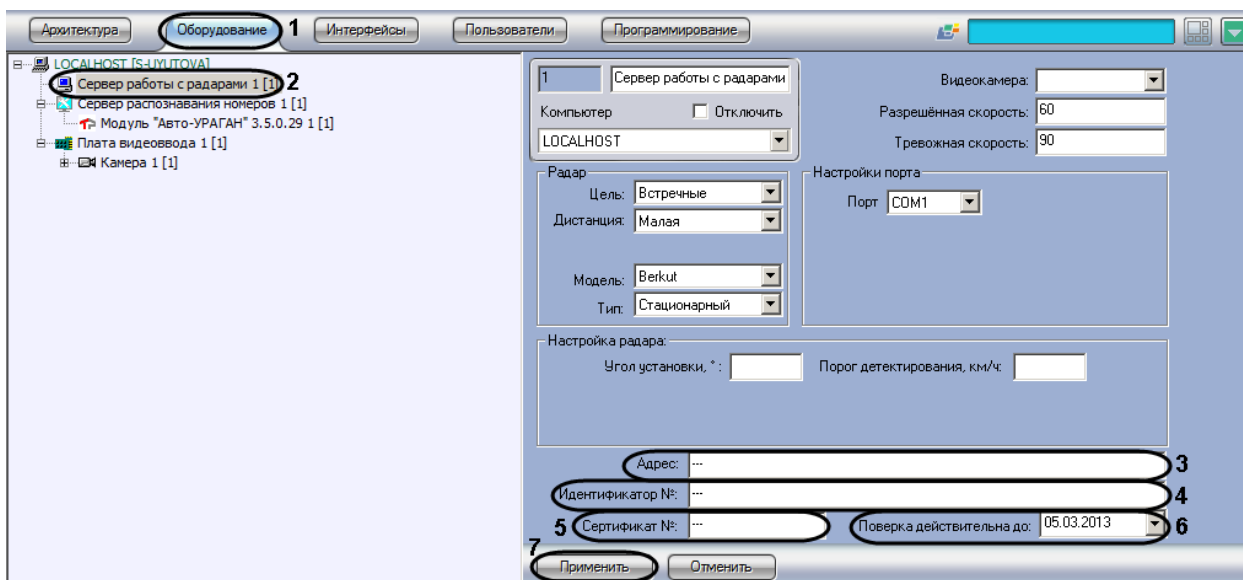

Рис. 7.3—11. Задание сведений об устройстве «Радар» для отображения в отчете о распознанном номере
2. В дереве объектов на вкладке «Оборудование» выбрать объект «Сервер работы с радарными», соответствующий настраиваемому программному модулю «Радар» (см. Рис. 7.3—11, 2). В правой части вкладки «Оборудование» отобразится панель настройки выбранного объекта
3. В поле «Адрес» ввести адрес местонахождения устройства «Радар» (см. Рис. 7.3—11, 3)
4. В поле «Идентификатор №» ввести заводской идентификационный номер устройства «Радар» (см. Рис. 7.3—11, 4)
5. В поле «Сертификат №» ввести номер соответствующего устройству «Радар» сертификата (см. Рис. 7.3—11, 5)
6. Из раскрывающегося списка «Поверка действительно до» выбрать дату, до достижения которой действительна метрологическая поверка устройства «Радар» (см. Рис. 7.3—11, 6)